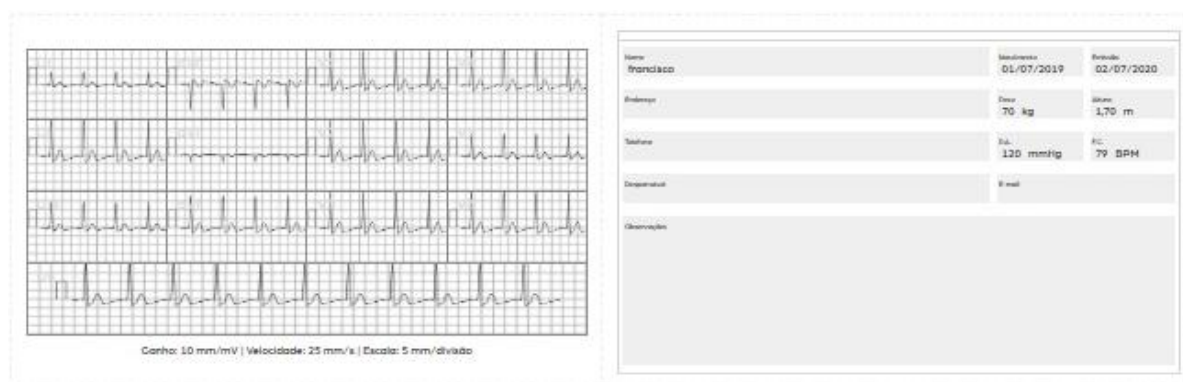

Fig. III.2.5b – Impressão do Cartão do paciente
7. A última página impressa (Fig. III.2.5b), 2ª no modo “Compacto” e 3ª no “Estendido”, apresentará o “Cartão do Paciente”.